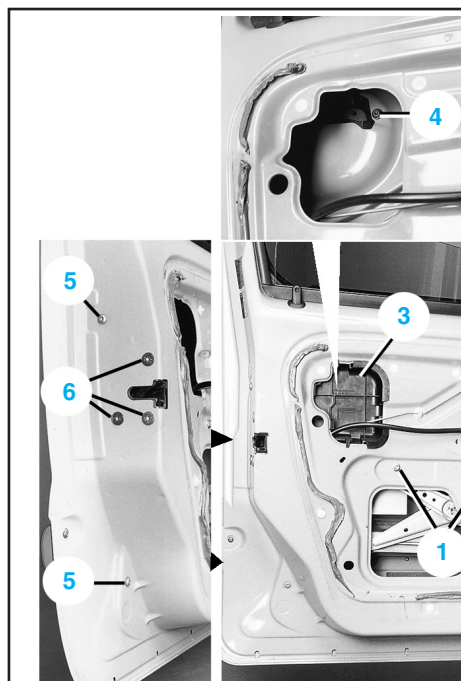

Fig.Amo.12
- Déposer l'obturateur et les vis de fixation (1) des charnières du girafon (Fig.Amo.12).
- Dégager la tringle (2) de son logement.
- Déposer les vis de fixation de la traverse (3) de girafon.